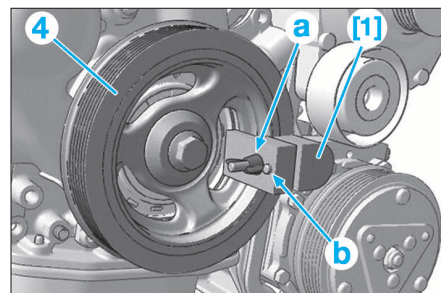
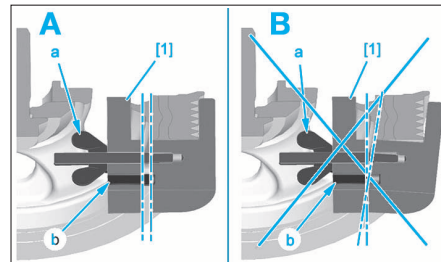

FIG. 13
FIG. 14
- Poser l'outil [1] (Fig.13) sur la poulie (4).
- Veiller à ce que le pion de centrage (b) (Fig.13 et 14), soit correctement insérer. La figure 14 représente en A le montage vu en coupe du dispositif. Il est impératif que le montage de l'outil [1] soit correct, sous de détériorer la courroie irrémédiablement.